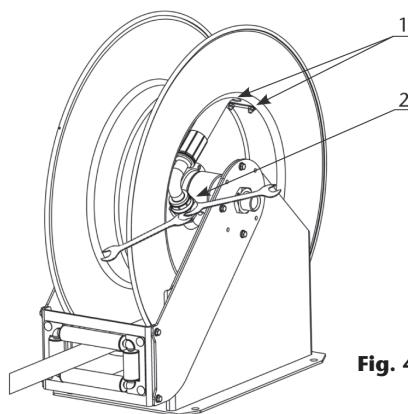

Fig. 4
2. Retire el abarcón aflojando sus tuercas (1) y desconecte la manguera de la rótula (2) utilizando dos llaves (fig. 4).
4. Conecte la nueva manguera a la rótula utilizando dos llaves, coloque el abarcón de modo que sujete la manguera contra el tambor firmemente, y tire de ella para soltar el trinquete (fig. 4).